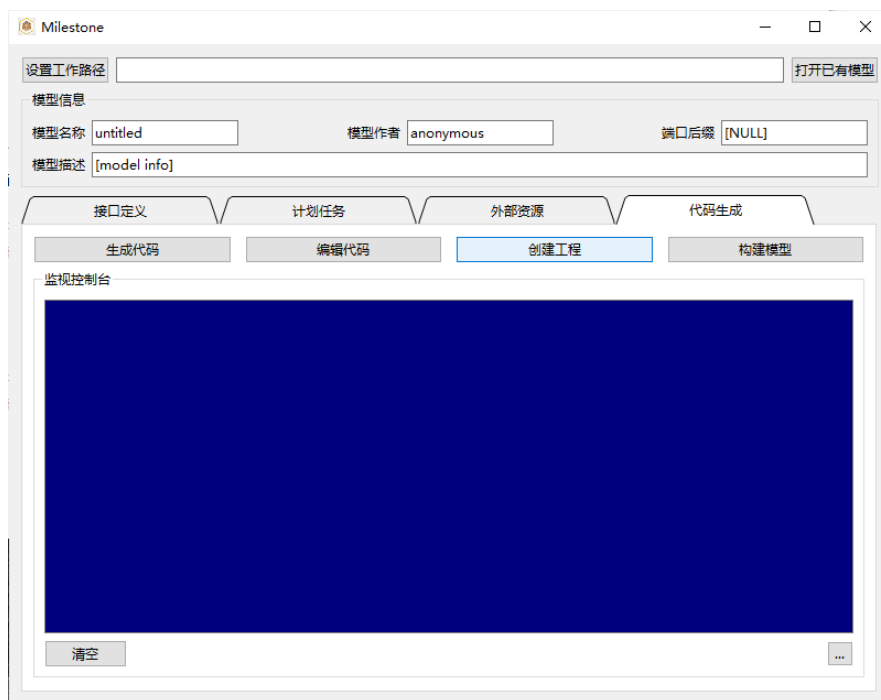

图 3.3: 创建工程
- 此处我们直接运行示例模型，切换至 “代码生成” 标签页，点击 “创建工程”，如 图 3.3。